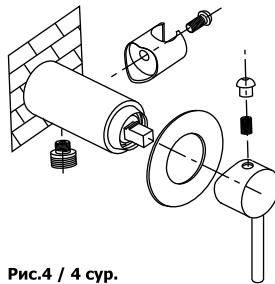

Рис.4 / 4 сур.
6. После завершения отделки стен установите декоративную накладку смесителя, держатель лейки, ручку и подключите шланг с душевой насадкой (рис.4).